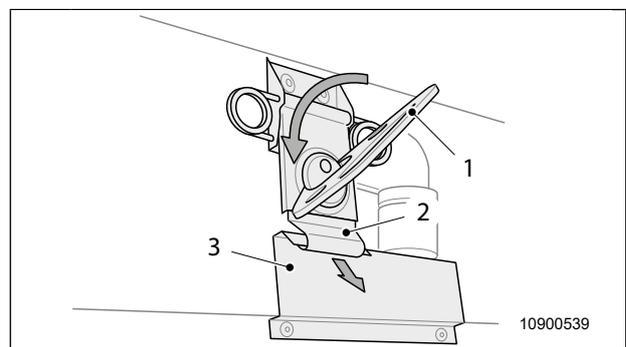

Abb. 38 Drehverschluss öffnen
4. Drehverschluss (Abb. 38) auf der rechten und linken Seite öffnen:
- Griff (Abb. 38, Pos. 1) des Drehverschlusses herausklappen.
- Beweglichen Haken des Drehverschlusses (Abb. 38, Pos. 2) aus dem fest montierten Gegenstück (Abb. 38, Pos. 3) lösen.